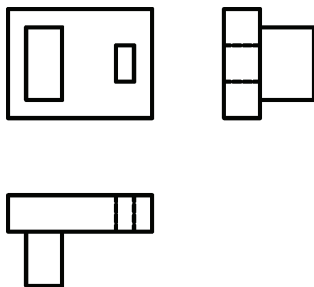

图 2-40 删除多余线条
7) 执行“删除”命令 (e), 删除所有的构造线和投影十字光标, 如图 2-40所示。